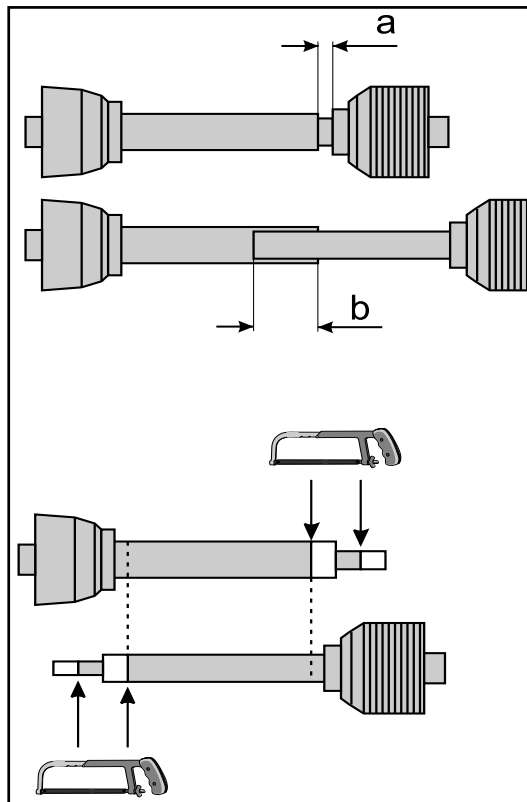

Bild 3-4
- die Gelenkwelle nicht auf Block sitzt (Mindestabstand (a) = 20 mm) (Bild 3-4)